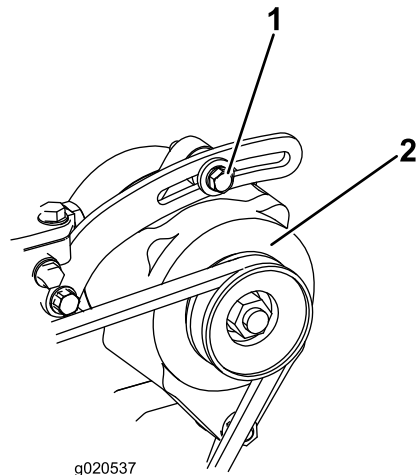

Figure 85
Vérifiez l'état et la tension de la courroie (**Figure 85**) toutes les 100 heures de fonctionnement.
2. Si vous n'obtenez pas une flèche de 10 mm ($\frac{3}{8}$ po), desserrez les boulons de fixation de l'alternateur (**Figure 85**). Augmentez ou diminuez la tension de la courroie d'alternateur et resserrez les boulons. Contrôlez de nouveau la flèche de la courroie pour vérifier si la tension est correcte.